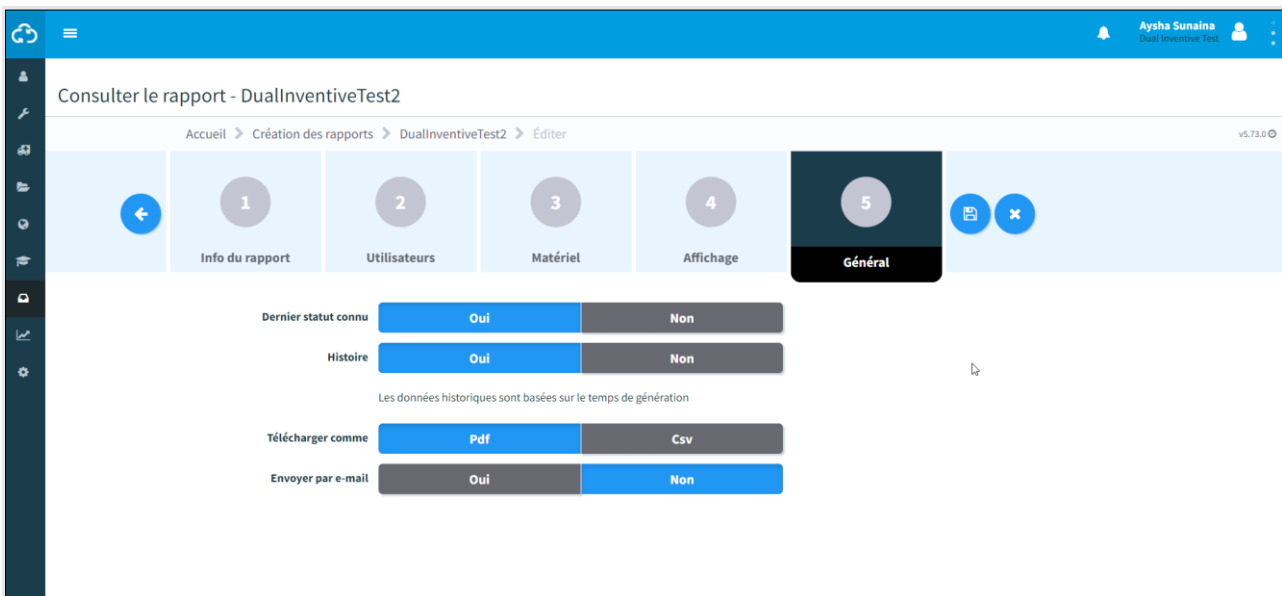

Figure 79 Consulter le rapport - général
- Étape 3 - Général (Figure 79).